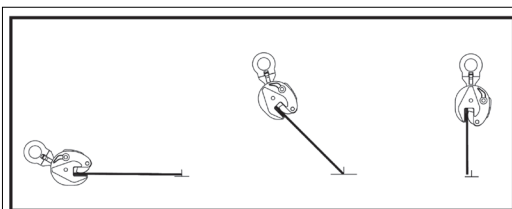
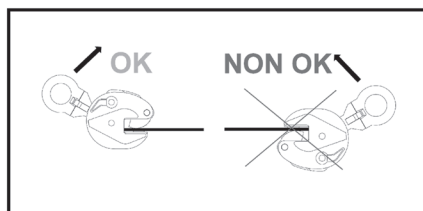

Fig. 7
Fig. 8
Articulația în clește permite rotirea și/sau înclinarea unei foi fără a se desprinde de la sol și fără a depăși verticala (fig. 7); din nou, sarcina trebuie să fie prinsă corect și sigur (fig. 8).
- ⚠ ATENȚIE:** În ceea ce privește sarcina minimă de lucru, luați în considerare faptul că în operațiunea de rotire/inclinare la 180° a unei plăci, atât timp cât un capăt al sarcinii se află pe sol, în timp ce sarcina este rotită de la orizontală la verticală, accesoriul va suporta doar o parte din sarcină (fig.7).